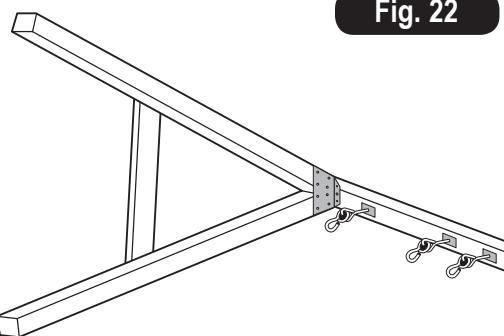
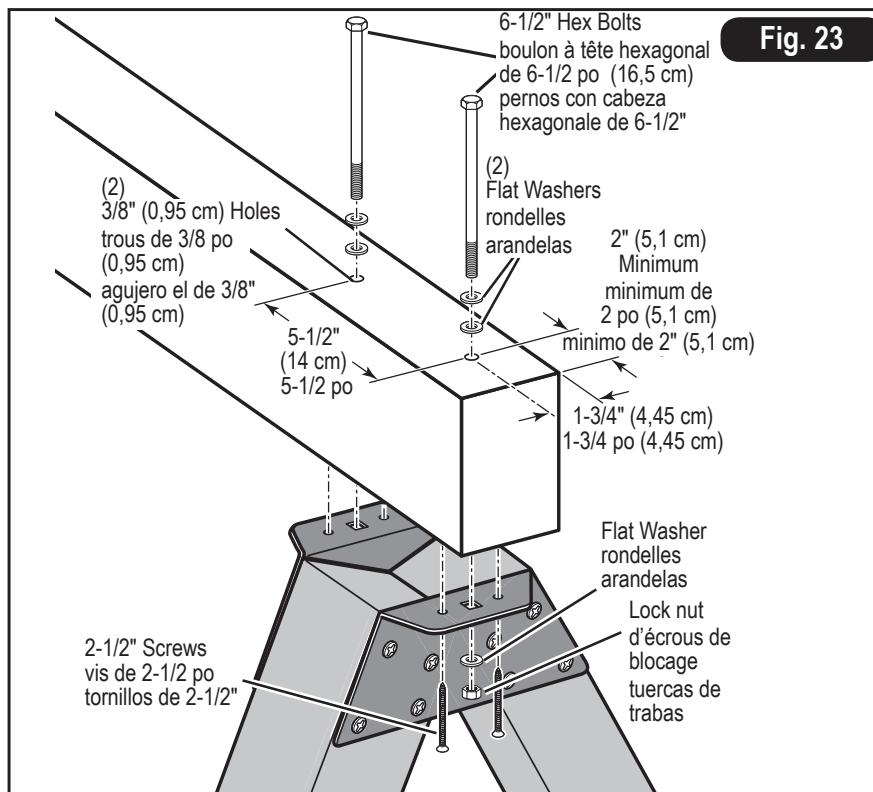

Fig. 22
Fig. 23
4. Insert swing hangers in the corresponding holes and secure using loc-nuts (Fig. 22).
4. Inserte los colgadores del columpios en los orificios correspondientes y sujetelos con arandelas y tuercas de seguridad (Fig. 22).
4. Insérer les cintres de balançoire dans les trous correspondants et fixez-les avec des rondelles et des contre-écrous (Fig. 22).
1. Place the beam on the ground and align A-frame brackets with the corresponding holes of the beam (Fig.22). Insert a 6-1/2" hex bolt through the hole of the beam and through the bracket. **NOTE:** It may be necessary to force the hex bolt through the beam with the aid of a hammer. Secure using a washer and loc nut. Secure brackets using one 2-1/2" screw on each side of the hex bolt (Fig. 23).
2. With the help of others, place the beam on the A-frames of the deck assembly. Align the brackets with the holes in the beam. Insert a 6-1/2" hex bolt through the hole of the bracket and through the beam. Secure using a washer and loc nut. Secure brackets using one 2-1/2" screw on each side of the hex bolt (Fig. 23).
1. Ponga la viga en el suelo y alinee los soportes del armazón "A" con los huecos correspondientes en la viga (Fig. 22). Inserte un perno de hex de 6-1/2" a través del orificio de la viga y a través del soporte. **NOTE:** Es posible que sea necesario forzar el perno de hex a través de la viga con la ayuda de un martillo. Asegure usando una arandela y tuerca de traba. Sujete los soportes usando un tornillo de 2-1/2" a cada lado del perno de hex (Fig. 23).
2. Con la ayuda de otros, ponga la viga sobre los armazones tipo "A" del ensamblaje de la plataforma. Alinee los soportes con los huecos en la viga. Inserte un perno de hex de 6-1/2" a través del soporte y a través de la viga. Sujete usando una arandela y tuerca de traba. Sujete los soportes usando un tornillo de 2-1/2" en cada lado del perno de hex (Fig. 23).
1. Poser la poutre au sol et aligner les supports des structures en A avec les trous pratiqués dans la poutre (Fig. 22). Installer un boulon de hexagonal de 6 1/2 po dans le trou de la poutre et à travers le support.
NOTA : Il peut être nécessaire d'utiliser un marteau pour insérer les boulons à travers la poutre. Fixer les boulons au moyen de rondelles et d'écrus de blocage. Fixer solidement les supports en insérant une vis de 2 1/2 po de chaque côté du boulon de hexagonal (Fig. 23).
2. Avec l'aide d'autres personnes, placer la poutre sur les structures en A de la plate-forme. Aligner les supports avec les trous pratiqués dans la poutre. Installer un boulon de hexagonal de 6 1/2 po dans chacun des trous à partir des supports jusqu'à la poutre. Fixer les boulons au moyen de rondelles et d'écrus de blocage. Fixer solidement les supports en insérant une vis de 2 1/2 po de chaque côté du boulon de hexagonal (Fig. 23).